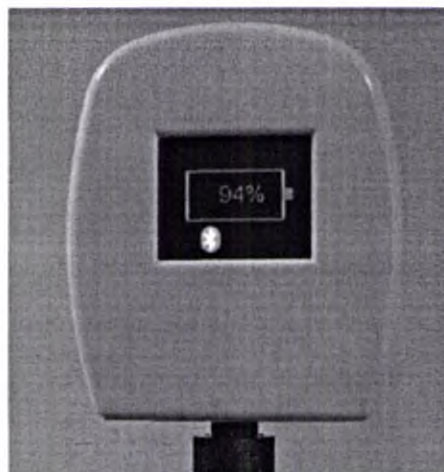

Рис. 3.3 Дисплей RTC с мигающим значком Bluetooth
4. Бирюзовый цвет значка батареи изменится на серый. Если это не первая зарядка батареи, появится мигающий значок Bluetooth, указывающий на соединение с устройством системы **AlignRT**, (см. Рис. 3.3.) Если значок Bluetooth не показывается, обратитесь в службу поддержки Vision RT Support. Подробнее о соединении Bluetooth см. п. 3.1.3 *Соединение Bluetooth*.